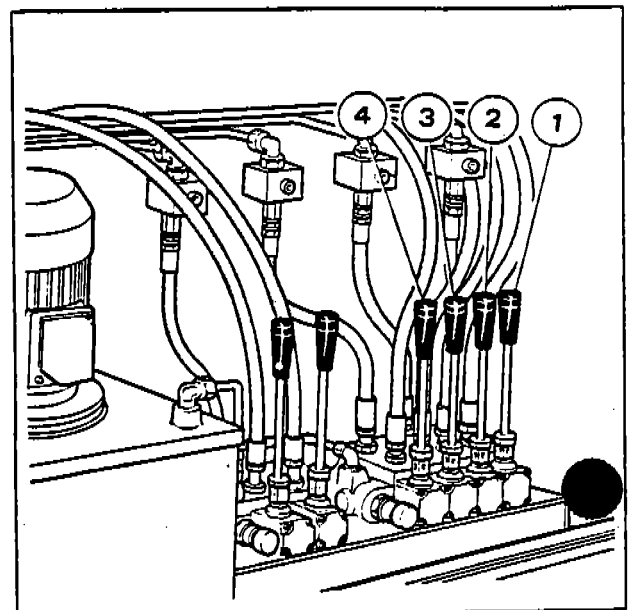
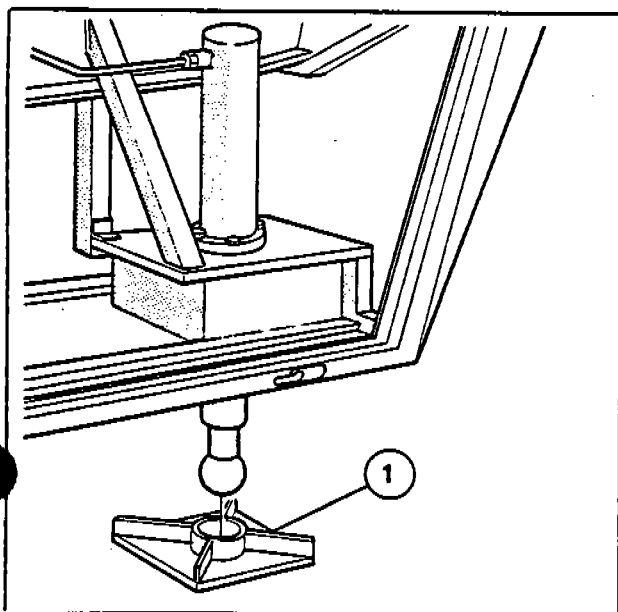

Fig. 4
Fig. 5
- a) Posizionare la piastra (1-Fig. 5) di appoggio sotto lo stelo del cilindro stabilizzatore, facendo attenzione che sede stelo sulla piastra e stelo, siano centrati.
b) Lift the trailer hydraulically, with the handles as per Fig. 4:
b) Sollevare il carro, azionando le leve distributore (Fig. 4):
c) Con una bolla di precisione, controllare il livellamento e se necessario, livellare il carro agendo sulle leve (Fig. 4) dei martinetti stabilizzatori (Fig. 5), fino a portarlo in posizione perfettamente orizzontale.
- a) Place support plate (1-Fig. 5) under the stabilizing cylinder stem, paying attention that stem seat on plate and stem are aligned.
- b) Lift the carriage, by activating distributor levers (Fig. 4):
- c) Using a spirit level, check for correct leveling; if necessary level the carriage by means of jack arms (Fig. 5) levers (Fig. 4), until reaching the horizontal position.
- b) Sollevare il carro, azionando le leve distributore (Fig. 4):
- c) Con una bolla di precisione controllare il livellamento e se necessario, livellare il carro agendo sulle leve (Fig. 4) dei martinetti stabilizzatori (Fig. 5), fino a portarlo in posizione perfettamente orizzontale.